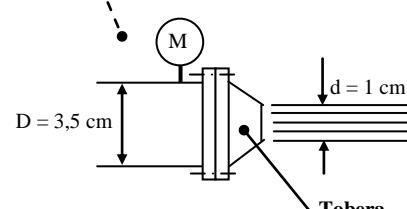

Figura 2
El agua de ensayo ($\rho=1000 \text{ kg/m}^3$, $v = 10^{-6} \text{ m}^2/\text{s}$) procede de un tanque con la superficie libre en contacto con la atmósfera situada en el plano de referencia ($z = 0 \text{ m}$). Una bomba hidráulica consume una potencia eléctrica de 4,306 kW con un rendimiento total (grupo motor bomba) de 90 %, para impulsar un caudal de agua a través de una tubería lisa hacia la tobera / inyector de la turbina ubicada a una altura de $z = 1 \text{ m}$. Se conoce la presión a la entrada de dicha tobera (Figura 2) en el manómetro (M) $p = 11,32 \text{ bar}$. La tobera en el punto de trabajo tiene un coeficiente de velocidad $C_v = 0,9$ y un coeficiente de contracción de vena $C_c = 1$. El diámetro de entrada de la tobera y el diámetro de la tubería principal es 3,5 cm y el diámetro del chorro saliente hacia la turbina es 1 cm. La turbina ensayada que tiene un radio de 12 cm (distancia desde el eje de giro al punto de impacto del chorro sobre los álabes) y gira con una velocidad de rotación de $\omega = 1170 \text{ r.p.m.}$